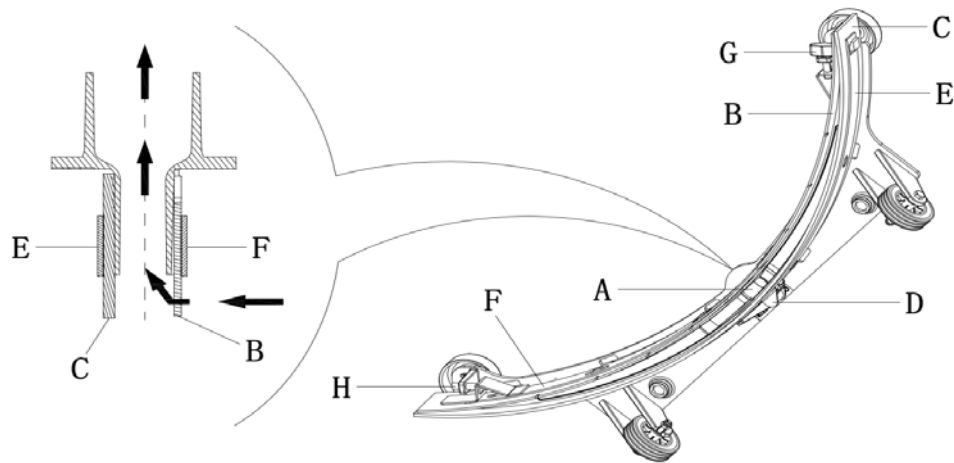

Рисунок 15
1. Следуйте предыдущему абзацу для очистки лопасти швабры. (Рисунок 15)
- Ослабьте фиксатор (D), чтобы отделить заднюю лопасть швабры (С) от кронштейна (А) для регулировки лопасти швабры, после регулировки зафиксируйте зажим снова.
- Ослабьте винт (G) и болт (H) рукоятки для регулировки передней лопасти швабры, после чего затяните винт и болт.
- Ослабьте фиксатор (D), чтобы отделить крепление от кронштейна (А), снимите зажим планки (Е), а затем поверните заднюю лопасть швабры (С) в обратную сторону или замените ее. Переустановите заднюю лопасть в обратном порядке, чтобы удалить.
- Ослабьте винт (G) рукоятки, чтобы снять передний зажим планки (F), а затем замените переднюю лопасть швабры (В) на новую. Переустановите переднюю лопасть швабры в обратном порядке, чтобы снять ее. После того, как лопасть швабры заменена или перевернута в обратную сторону, отрегулируйте высоту передней и задней лопасти швабры в соответствии с процедурами выше.
4. Установите швабру и используйте ручку (16), чтобы закрепить ее, а затем подсоедините всасывающий шланг сточных вод (11) к швабре.
5. Если необходимо, отрегулируйте баланс швабры при помощи регулирующей ручки швабры (20).